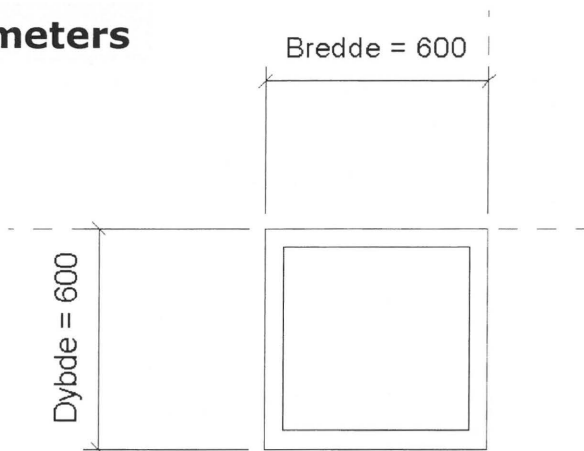

Fig. 06.40.
- Flyt objektet hen til indsættelsespunktet (Fig. 06.40).